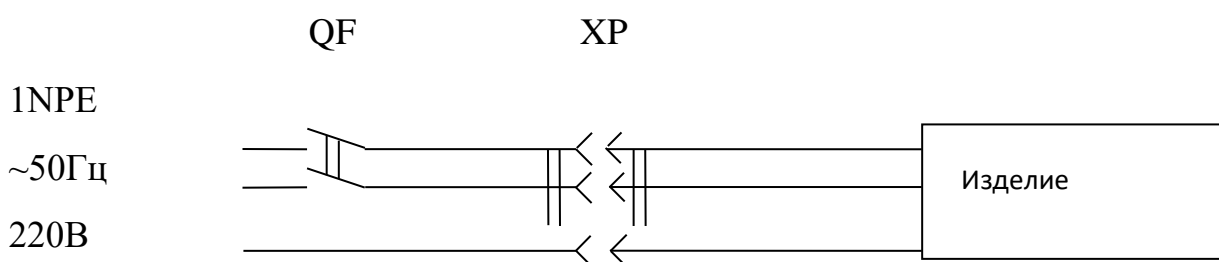

Рис.1. Схема подключения изделия к электросети
4. Изделие должно подключаться к питающей электрической линии (рис.1) через автоматический выключатель электромагнитной защиты с номиналом установки по току 10 А.